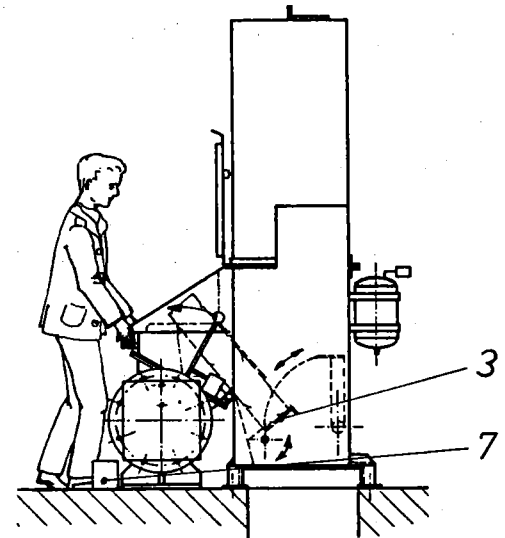

Abb. 4
c) Entleeren des Sackes (siehe Abb. 4)